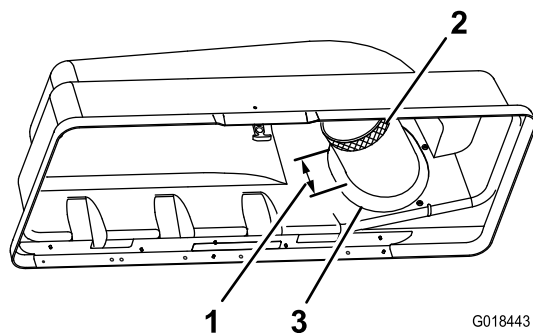

Figura 32
- i. Meça 7,6 cm no tubo de descarga superior a partir do vedante do tubo na direção da extremidade do tubo e marque o tubo neste local (Figura 32).
- i. Aplique fita isoladora em torno da circunferência do tubo de descarga superior alinhada com a marca no tubo criada no passo i (Figura 32).